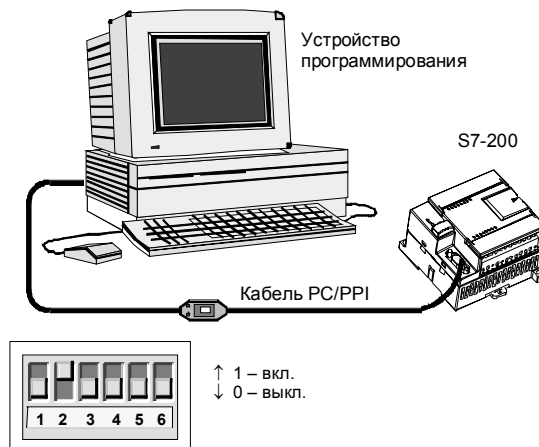

Рис. 2-2. Присоединение кабеля PC/PPI
На рис. 2-2 показан кабель PC/PP, соединяющий S7-200 с устройством программирования. Для подключения кабеля PC/PPI:
3. Обратите внимание, чтобы DIP-переключатели на кабеле PC/PPI были установлены, как показано на рис. 2-2.